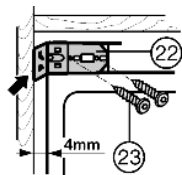

Fig. 11
- ▶ Привинтите крепежный уголок Fig. 11 (22) винтами Fig. 11 (23).